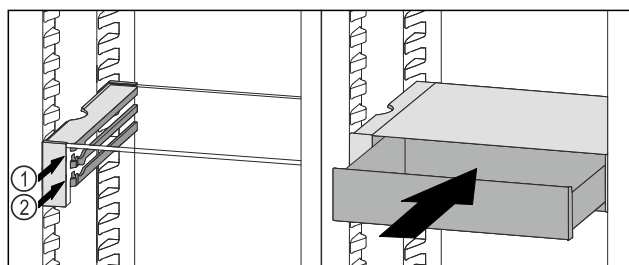

Fig. 111
- ▶ 将 VarioSafe 抽屉放置在所需肋梁 Fig. 111 (1) 或 Fig. 111 (2) 上的止动器后面。